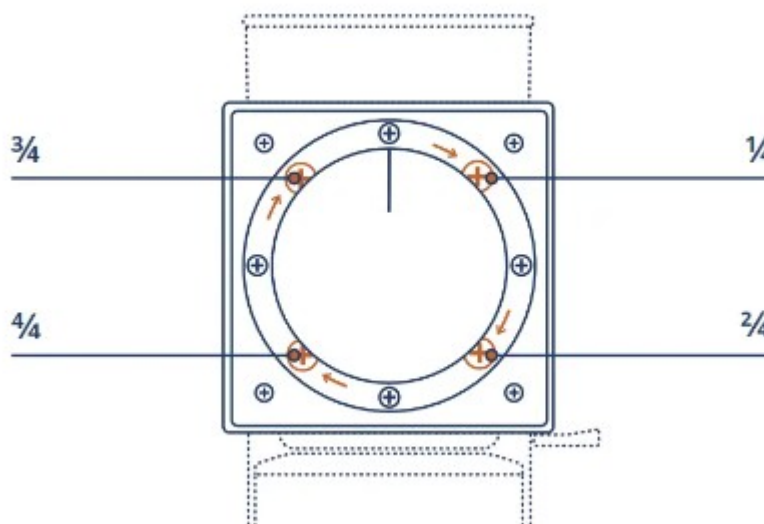

Рисунок 2
11.5.2.3 С помощью отвертки с крестообразным шлицем открутите четыре винта, на которые указывают стрелки. См. (Рисунок 2) для справки.